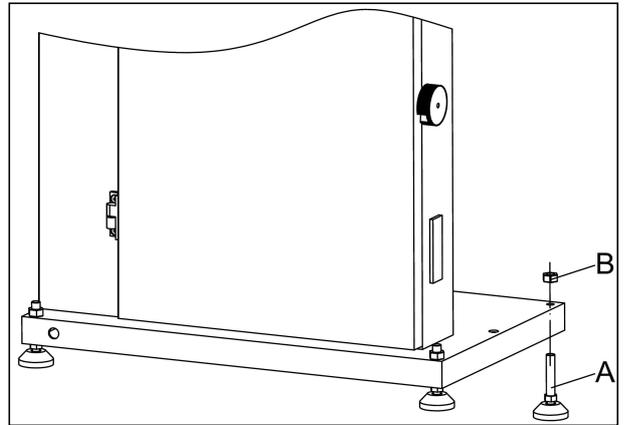

Abb. 3
5.1 Anker-Bolzen (Abbildung 3.)